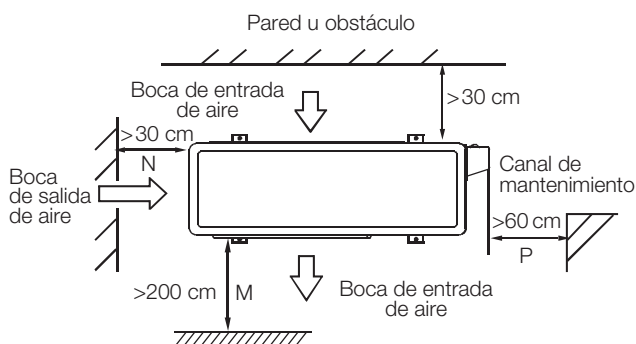

Fig. 10-5
- La distancia mínima entre la unidad exterior y los obstáculos señalados en el cuadro de instalación no significa que la misma se aplique en el caso de una sala hermética. Dejar abierta dos de las tres direcciones (M, N, P) (ver Fig. 10-5).